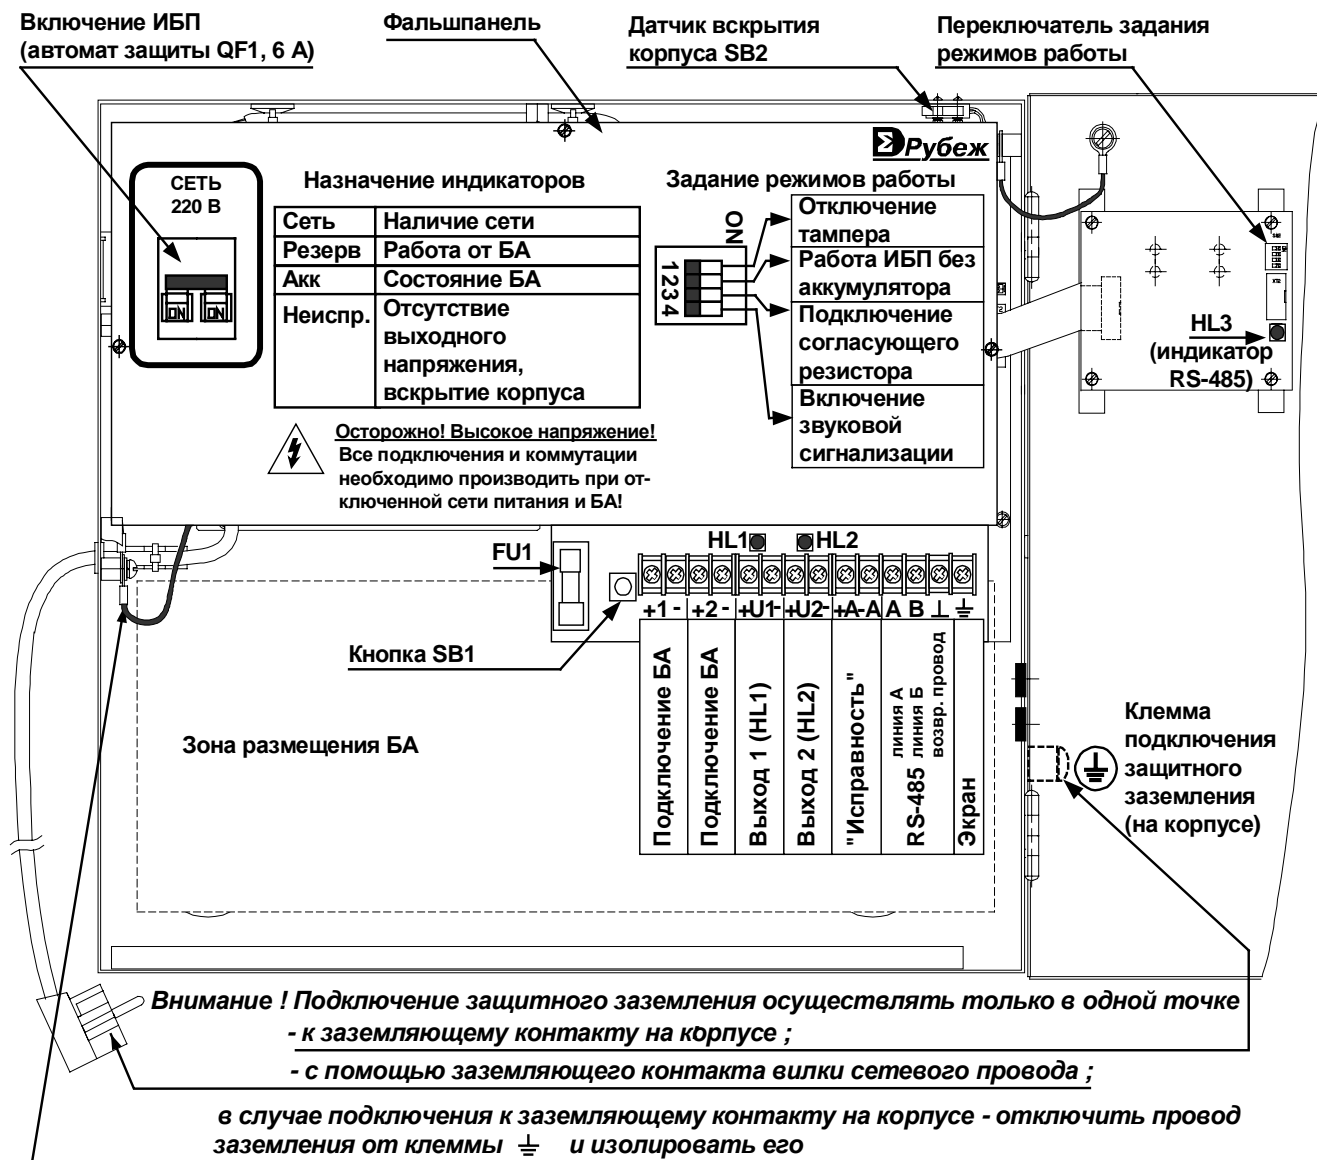
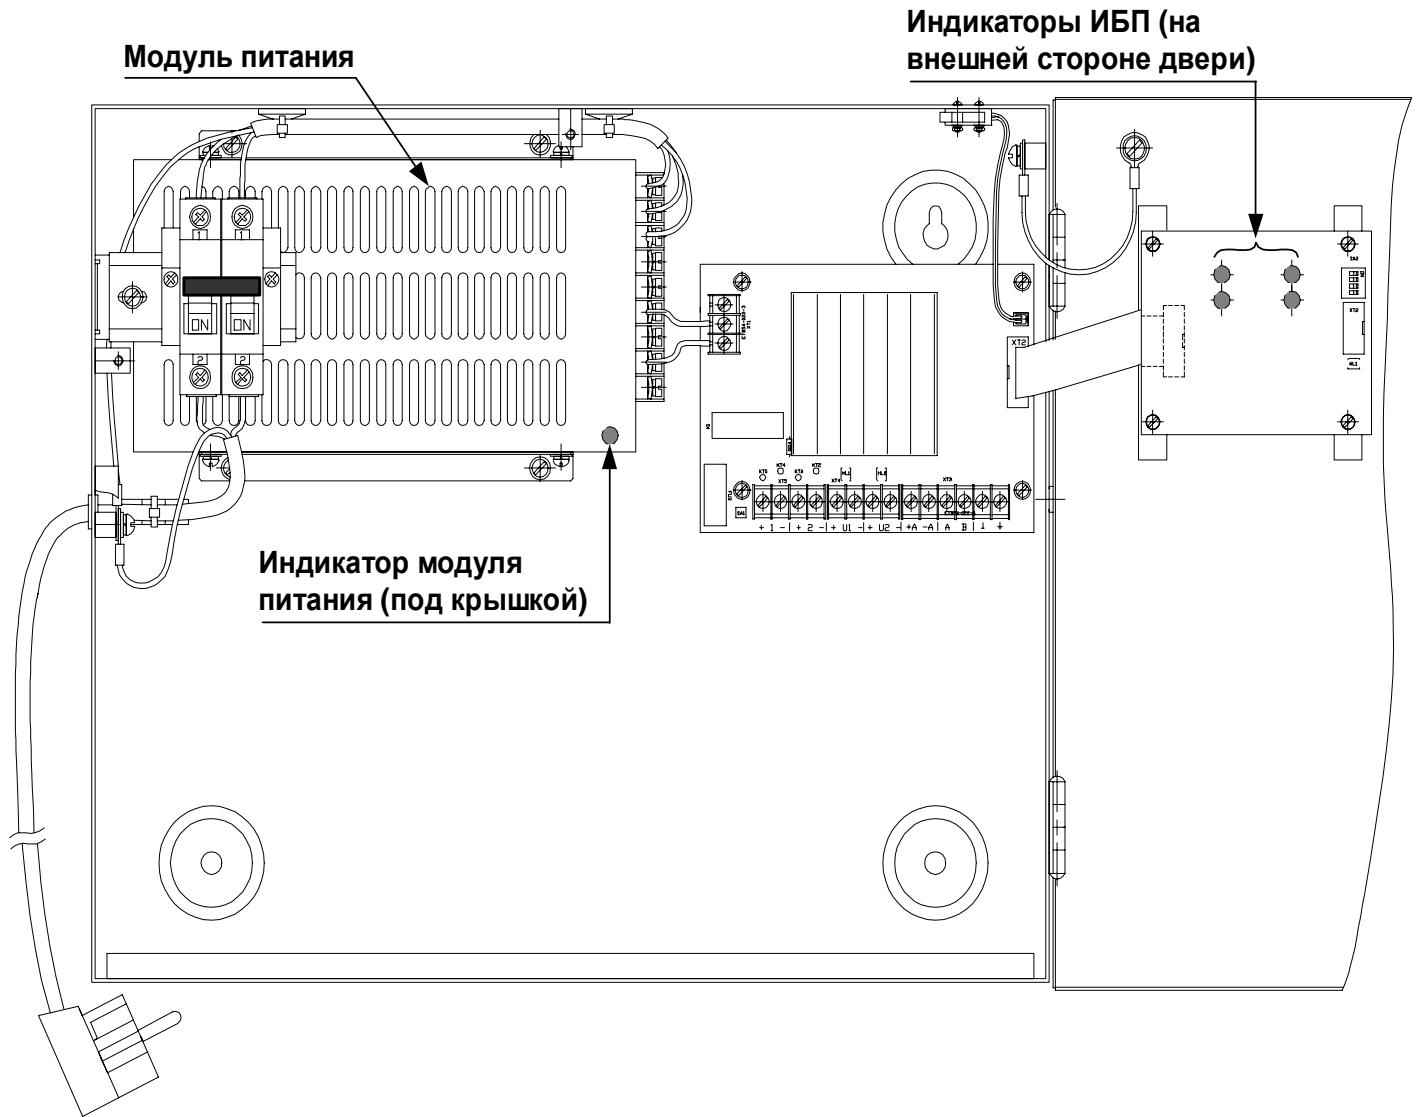

Рис. 2 Внешний вид ИБП с открытой дверью
Рис. 3 Внешний вид ИБП без фальшпанели
Внешний вид ИБП с открытой дверью представлен на Рис. 2. Корпус блока имеет вентиляционные отверстия для отвода тепла. На фальшпанели расположен тумблер автомата защиты «Сеть 220 В». Внешний вид ИБП без фальшпанели показан на Рис. 3. На боковых поверхностях корпуса имеются отверстия, через одно из которых пропускается кабель под-
Внимание! Допускается поставка ИБП без фальшпанели (см. Рис. 3).
Справа на боковой поверхности корпуса расположен винт для подключения защитного заземления (см. Рис. 2).
6.4.6 Корпус ИБП должен быть обязательно заземлен! Подключение заземления ИБП производится медным проводом сечением не менее $1,5 \text{ мм}^2$ к винту на правой стороне корпуса или с помощью сетевой вилки с заземляющим контактом, вывод от которого присоединен к клемме заземления Рис. 2. В случае подключения заземления к винту корпуса – отключить провод заземления от клеммы \perp и изолировать его.